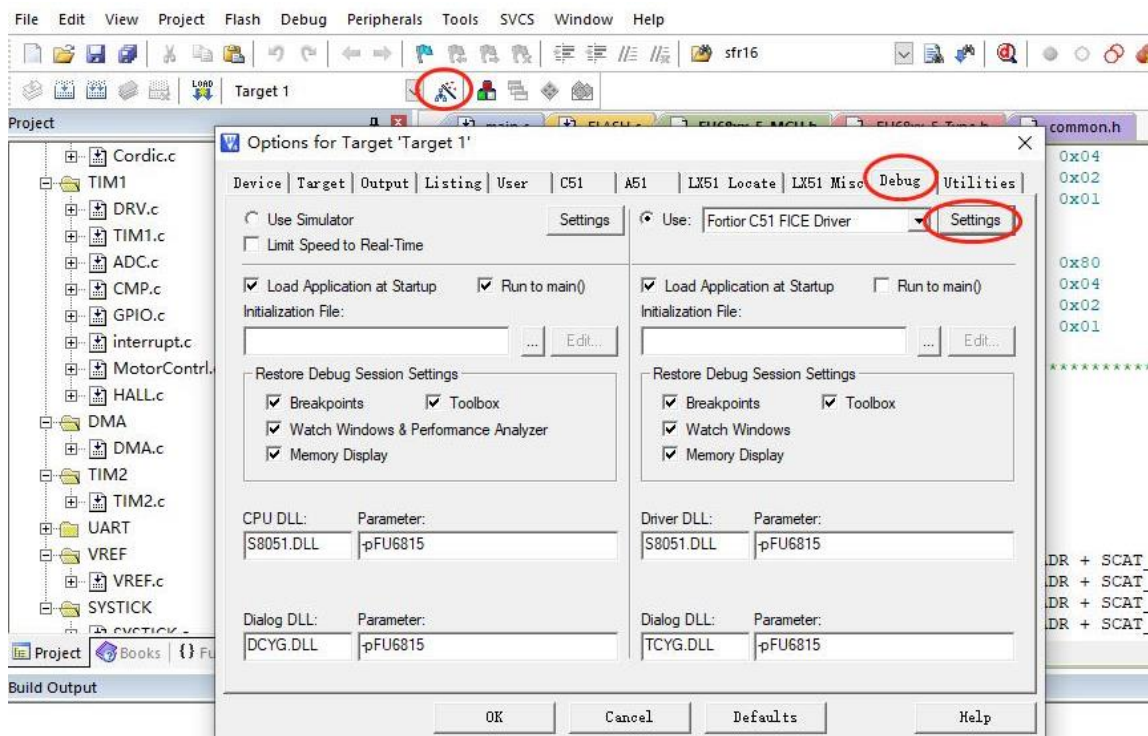

图 34-1 代码保护配置
1. 打开 8051 集成开发工具，编译前进入 Target Options 中并选择 Debug 选项卡，按照上图 34-1 所示进行选择，并点击 Settings 进入下一步设置；